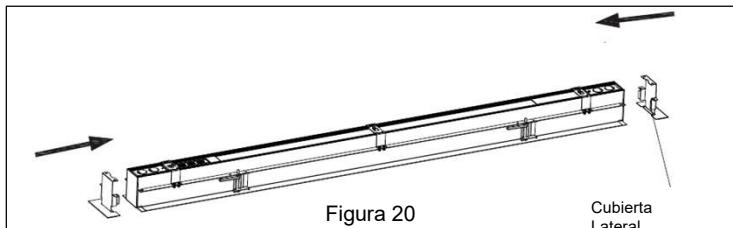

Figura 20
3. Instala las cubiertas laterales. *Ver Figura 20.*